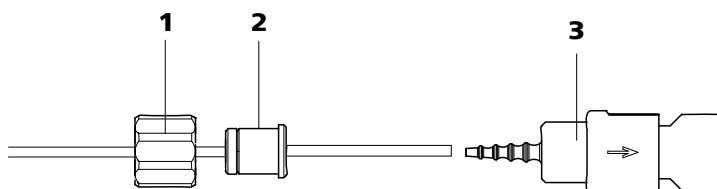

Figure 22 Installer une connexion pour tuyau de pompe avec filtre
- **Cas A:** une connexion pour tuyau de pompe **avec filtre** 6.2744.180 (voir Figure 22, page 40) ou